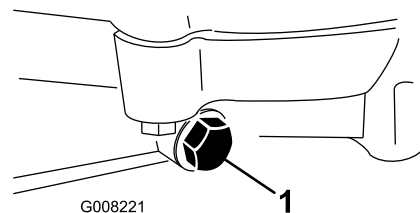

Figure 47
4. Placez un bac sous le bouchon de vidange (Figure 47).